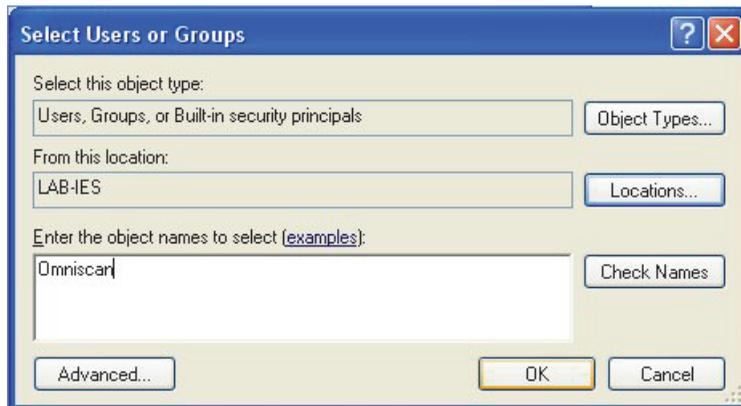

Figure 7-16 Boîte de dialogue Select Users or Groups (Windows XP)
8. Dans la boîte de dialogue **Sélectionner Utilisateurs, Ordinateurs ou Groupes**, cliquez sur le bouton **Emplacements** (voir la Figure 7-16 à la page 228).
10. De retour dans la boîte de dialogue **Select Users or Groups** (Sélectionner Utilisateurs ou Groupes), entrez **OmniScan** (voir la Figure 7-16 à la page 228) dans la zone de texte **Enter the object names to select** (Entrez les noms des objets à sélectionner), et puis cliquez sur **OK**.
13. Dans la boîte de dialogue **Sélectionner Utilisateurs, Ordinateurs ou Groupes**, cliquez sur le bouton **Emplacements** (voir la Figure 7-16 à la page 228).
15. De retour dans la boîte de dialogue **Select Users or Groups** (Sélectionner Utilisateurs ou Groupes), entrez **Omniscan** (voir la Figure 7-16 à la page 228) dans la zone de texte **Enter the object names to select** (Entrez les noms des objets à sélectionner), et puis cliquez sur **OK**.